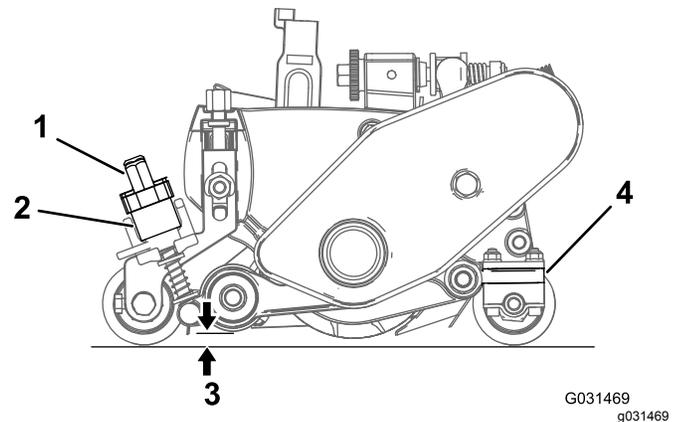

图24
- A. 旋转快速升起联杆图24至操作位置手柄朝向滚刀组的前面。
2. 快速升起联杆图24中所示位置
- B. 在疏草刀滚刀的端部测量从疏草刀刀片的最低刀尖到工作表面的距离 图24。旋转高度调节旋钮 图24可提升或降低疏草刀刀尖至想要的高度。